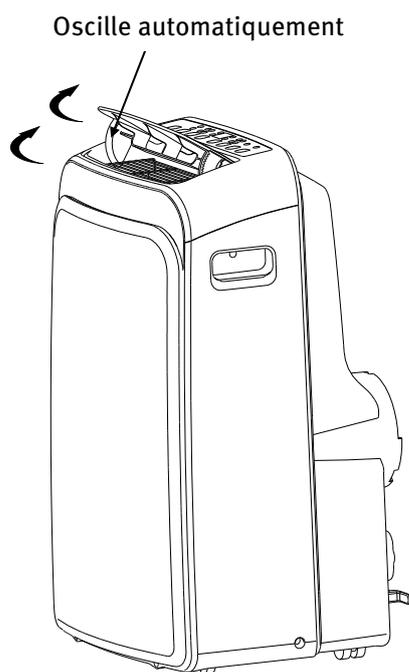

Fig.4
- Régler automatiquement la direction du flux d'air (Fig.4):